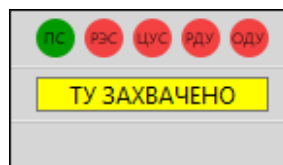

Рисунок 191 - ТУ захвачено
- **ТУ захвачено** – ПКУ захвачен, кружок уровня захвата ПКУ зеленого цвета (Рисунок 191).